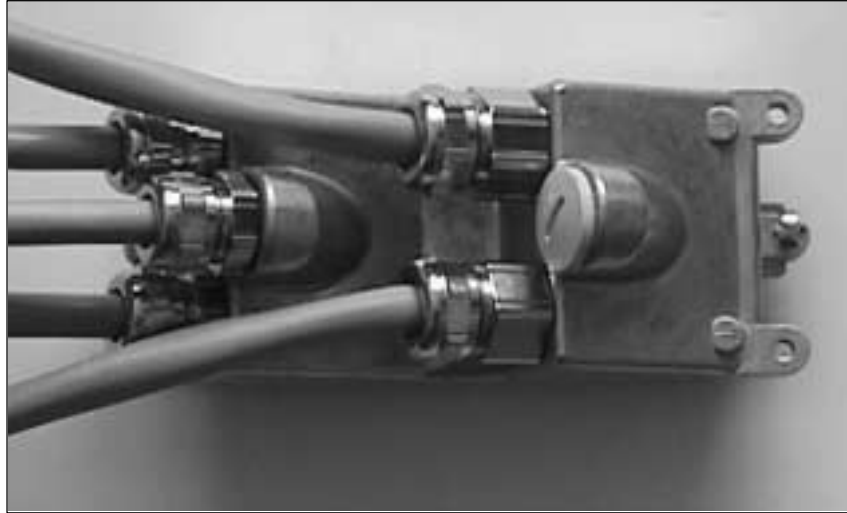

Bild 2-21 Fertig verdrahteter Anschlußdeckel: Ansicht von oben
- Anschlußdeckel von oben —> siehe Bild 2-21